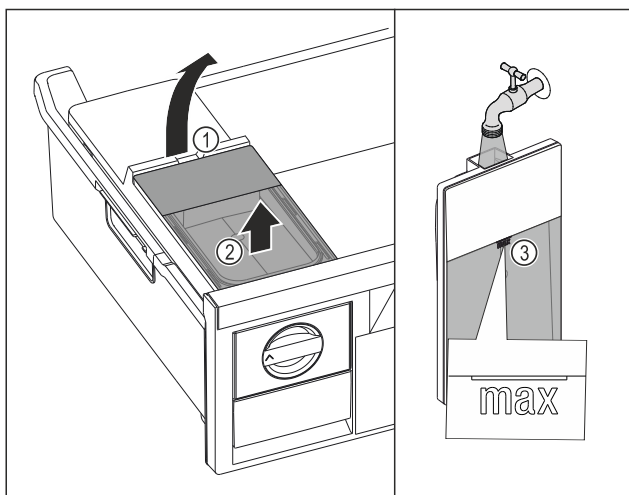

Fig. 72
- Lyft vattenbehållaren i fördjupningen Fig. 72 (1).
- Ta ut vattenbehållaren uppåt. Fig. 72 (2)
- Fyll vattenbehållaren med dricksvatten upp till markeringen Fig. 72 (3).